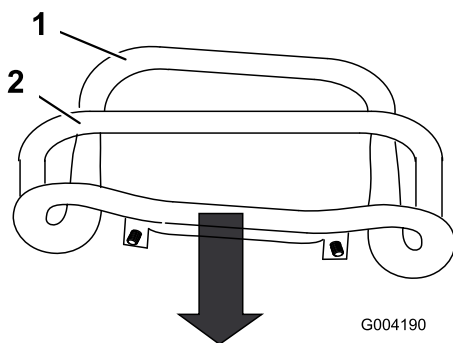

Bild 51
3. Ziehen Sie den Fahrtrieb gerade nach hinten, sodass die Vorderseite des Fahrtriebs den Anschlagbügel berührt (Bild 51).